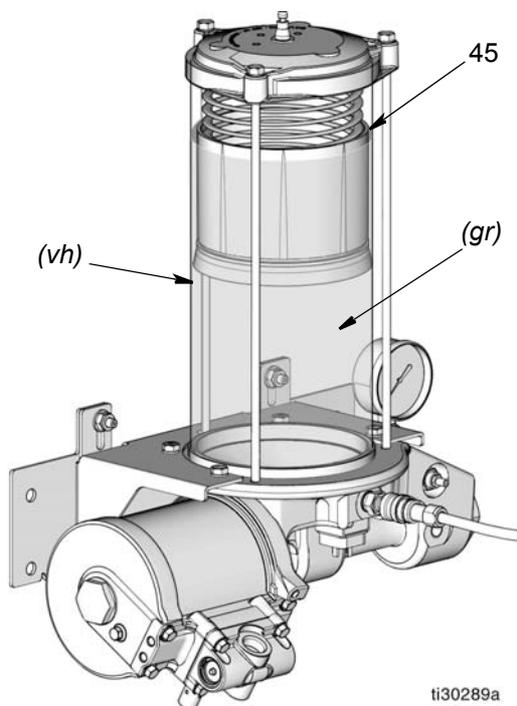

FIG. 9
- Erogare lentamente il grasso dalla pompa di alimentazione al serbatoio finché la quantità presente nel serbatoio non solleva la membrana premigrasso (45) al di sopra del foro di sfiato del serbatoio (vh), scaricando l'aria da sotto la membrana (FIG. 9). In questa fase è possibile una piccola fuoriuscita di grasso dal foro di sfiato.
**NOTA:** L'orifizio di sfiato (vh) è ubicato verso il retro del serbatoio, lato destro, e non è visibile in FIG. 9. Il punto approssimativo dell'orifizio di sfiato è identificato con vh nella figura.